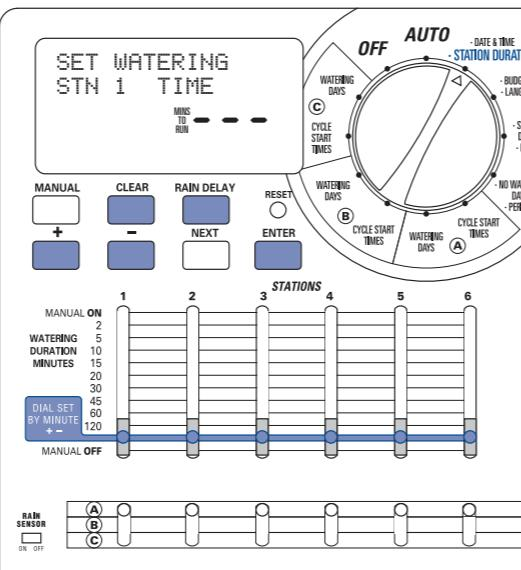

Figura 11:
- Spostare l'interruttore Water Duration (Durata irrigazione) in posizione **DIAL SET BY MINUTE** (Selettore impostato in base ai minuti) per ciascuna stazione. Sul display viene visualizzata una barra bianca continua. [Vedere la Figura 11]